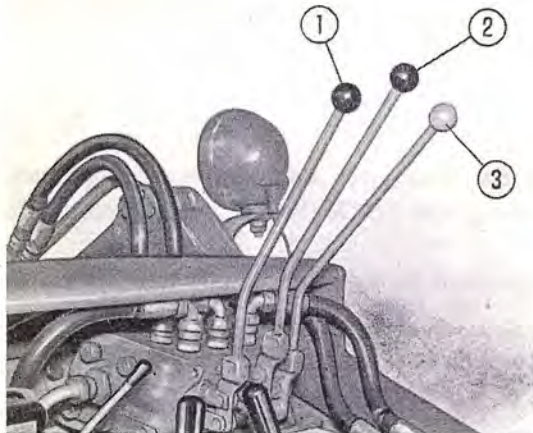

Fig. 8. - Leviers de commande de la benne et du ripper.
On actionne la benne au moyen de deux leviers à main: un pour le relevage et l'abaissement, l'autre pour la rotation (voir fig. 8).
**Relevage:** tirez le levier (1, fig. 8) à fond de course et retenez-le jusqu'à ce que la benne ait atteint la hauteur désirée. En lâchant le levier, il retourne tout seul en position de repos et la benne s'arrête. En laissant monter la benne jusqu'à sa hauteur maximum l'arrêt a lieu automatiquement et le levier peut ensuite être lâché.
**Abaissement:** poussez en avant le levier (1, fig. 8) et abandonnez-la quand la benne a atteint la hauteur désirée.
**Rotation de la benne:** déplacez le levier de commande (2, fig. 8) en arrière pour rappeler la benne vers le haut, et en avant pour la renverser. Pour arrêter la rotation de la benne, il suffit, dans les deux cas, d'abandonner le levier.